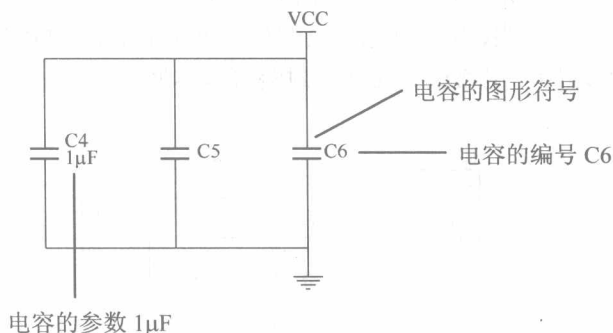

图 1-3 示例
(1) 元件的图形符号及元件的相关标注（元件的标号、元件的型号、元件的参数），如图 1-3 所示。